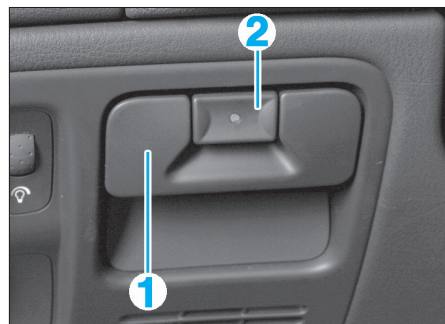

FIG. 7
- S'assurer que le frein de stationnement soit desserré. Pour cela (Fig.7) :